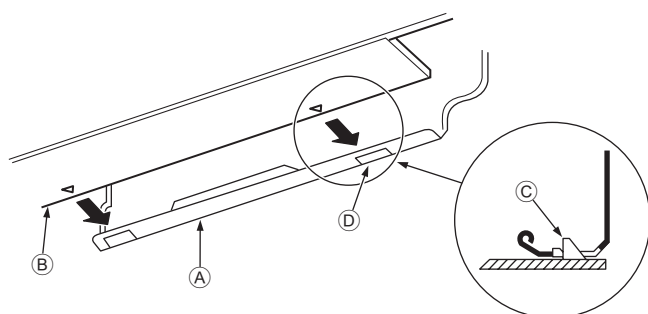

Fig. 3-10
- Al introducir las tuberías de refrigerante y la manguera de drenaje en el orificio de penetración en la pared (manguito de penetración), cuelgue la parte superior de la unidad interior en la placa de montaje ①.
- Fije la unidad en la placa de montaje ① empujando la parte inferior de la unidad. (Fig. 3-10)
- * Asegúrese de que los tiradores de la parte inferior de la unidad interior estén bien enganchados en la placa de montaje ①.
① Placa de montaje
② Unidad interior
③ Gancho
④ Orificio cuadrado